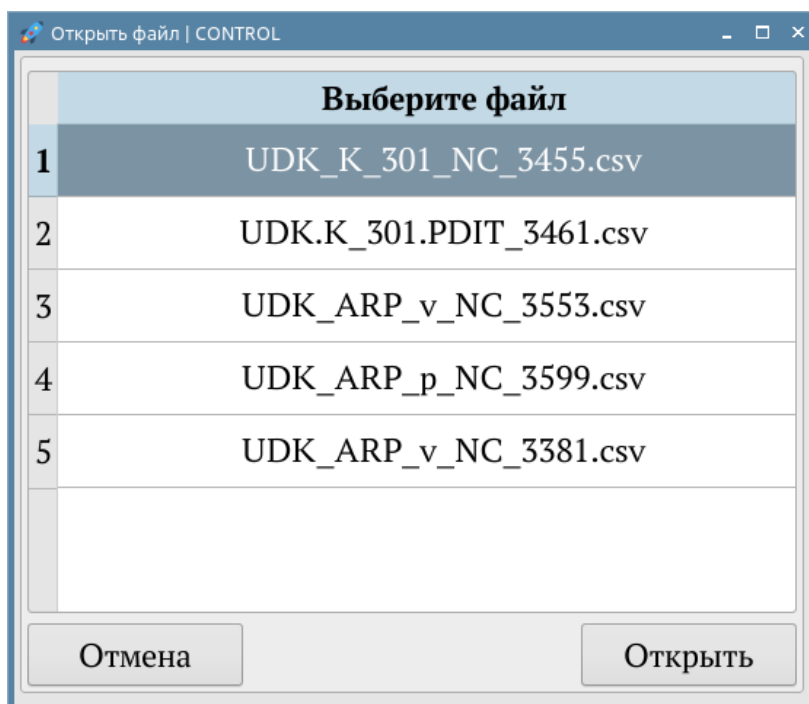

Рисунок 28 – Выбор файла, содержащего данные эксперимента
2. В разделе «Загрузить данные» нажимаем кнопку «Загрузить данные эксперимента». В открывшемся окне представлен список доступных файлов формата csv со статистикой см. Рисунок 28 (для добавления файла с новыми данными эксперимента необходимо перенести его в директорию `~/Extremum/SUUTP/CONTROL_DIR/stat`). Выбираем соответствующий файл (соответствующий выбранной управляемой переменной).